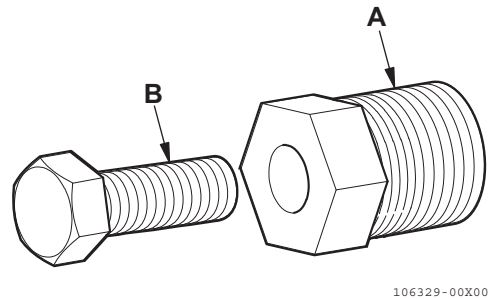

Figura 14
2. Monte el extractor (**Figura 14, (A)**) en el rotor.
3. Gire el tornillo extractor (**Figura 14, (B)**) en sentido de las agujas del reloj para extraer el rotor del cuerpo de la bomba.